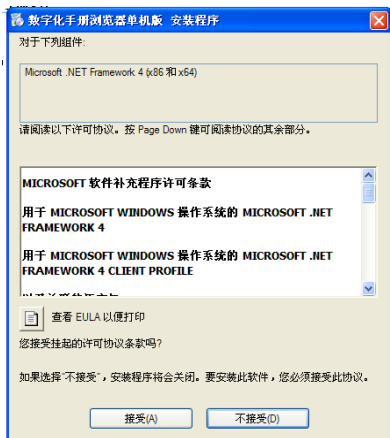

图 A.2-1 “.NET 文件安装”对话框
(1) 在 CD-ROM 驱动器中放入《最新常用液晶电视集成块速查手册》数字化查询光盘。
(2) 打开光盘后, 如果是 Win7 及更高级系统打开“浏览器单机版安装包-Net40”文件夹, 否则请打开“浏览器单机版安装包-Net35”文件夹, 双击“Setup”图标, 首先安装.NET 文件, 界面如图 A.2-1 所示。